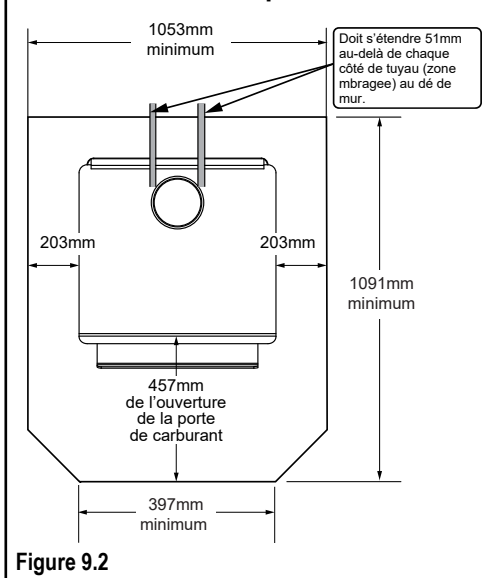

Figure 9.2
**Au Canada,** une protection de sol similaire doit être fournie à 457 mm (18 pouces) à l'avant et à 203 mm (8 pouces) des côtés et de l'arrière de l'appareil, à moins que le foyer ne soit contre le mur (**Figure 9.2**). Ensuite, le dégagement peut être réduit à l'aide d'un tuyau à double paroi et du tableau Dégagement par rapport aux matériaux inflammables indiqué à la page 10.
**\*Exception :** Les protections incombustibles pour le sol doivent s'étendre sous le conduit lorsque l'évacuation est horizontale et se prolonger de 51 mm (2 po) de chaque côté du conduit; Voir **figure 9.2**.